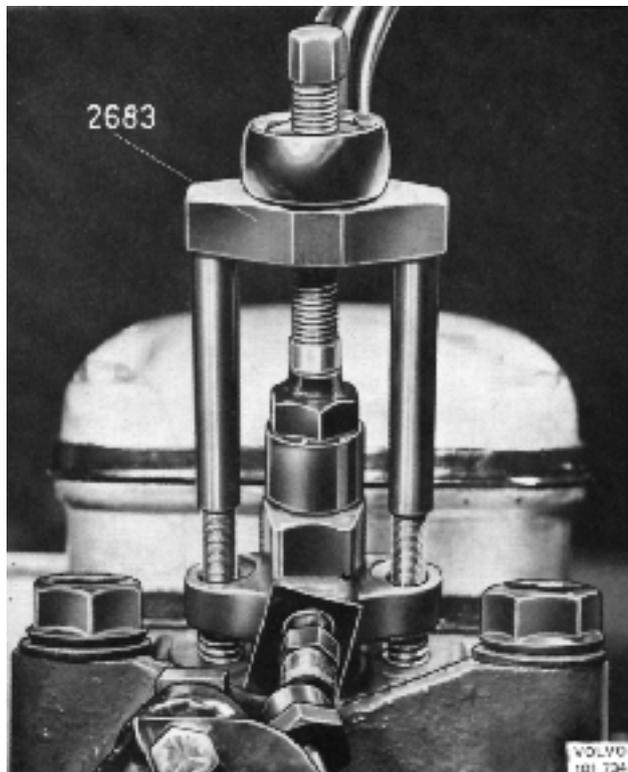

Fig. 14. Démontage des injecteurs
1. Enlever les écrous qui retiennent les injecteurs. Retirer les injecteurs. En cas de nécessité se servir de l'outil 2683 (figure 14).